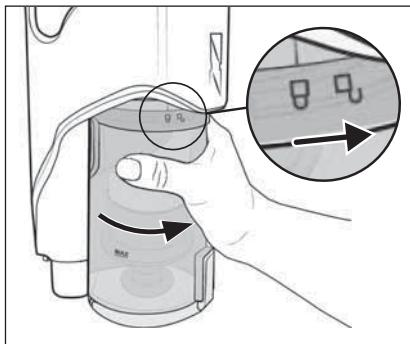

Fig. 25
- 8) Vuelva a colocar el depósito de polvo 7 en el aparato y gírelo hacia el símbolo  (cerrar) hasta que quede firmemente montado en el aparato (consulte la fig. 25).